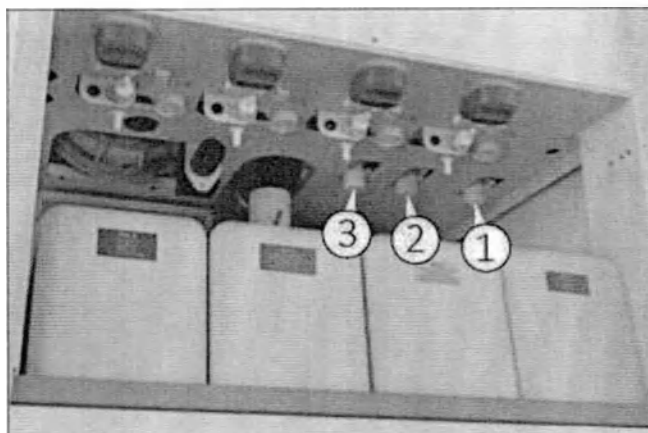

Рис. 7
- Убедитесь, что гибкие шланги подачи воды подключены в положении, представленном на рис. 7.
- Подключите гибкие шланги подачи воды к разъему, как показано на рис. 7
Отсек для размещения канистр с химическими средствами и подключения воды (Рис. 7)
- 1) Подключите машину к соединениям для подачи воды (Рис. 7).